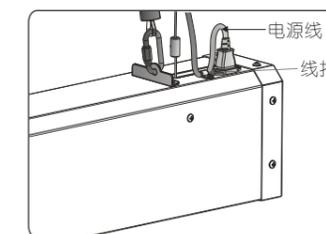

图 14
8. 将线扣套住电源线, 再把 $\phi 4 \times 10$ mm 螺丝穿过线扣孔位, 然后将电源线固定在银幕外壳左端顶部(如图 14)。(注意: 电源线与牵引钢丝要错位, 以防损坏电源线。)